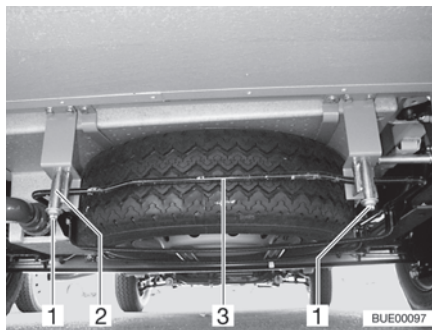

Fig. 200 Système de maintien de la roue de secours (panier)
- Desserrer les écrous (Fig. 200,1) des crochets arrière droit et gauche (Fig. 200,2) du système de maintien de la roue de secours.
- Pousser légèrement le tenon (Fig. 200,3) vers le haut. Tirer simultanément le crochet vers le bas et décrocher le tenon.